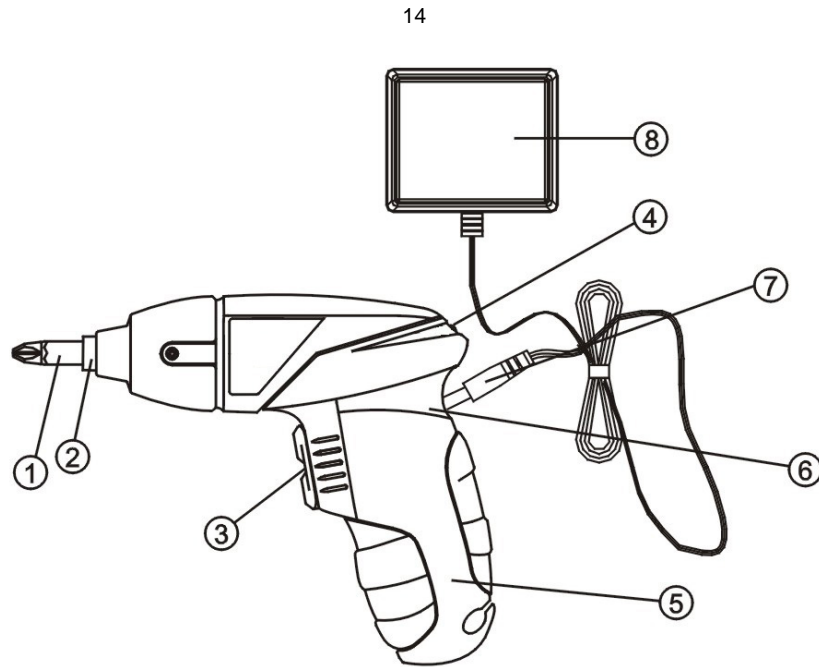

Figura 1
2. Inserire la spina (7) del caricatore nella presa CC (6) sulla parte posteriore del corpo dell'utensile (vedi figura 1).
3. Attaccare il caricabatteria (8) alla presa a muro 230 V CA / 50 Hz.